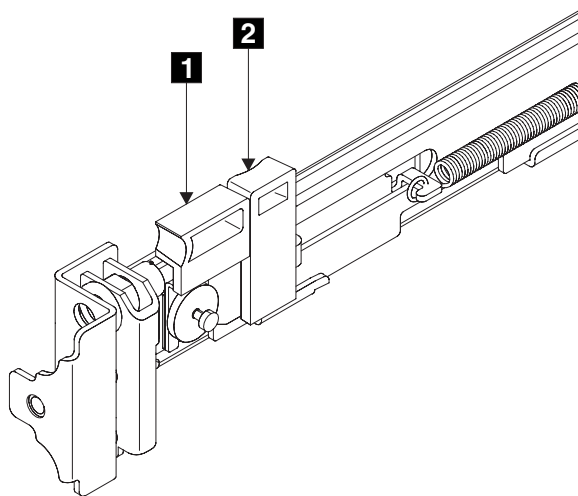

図 36. ラッチ・ロック・キャリアを引っ込める
2. ラッチ・レバー **1** (図 36) の側面に人差し指を置き、親指をラッチ・ロック **2** の正面に置きます。